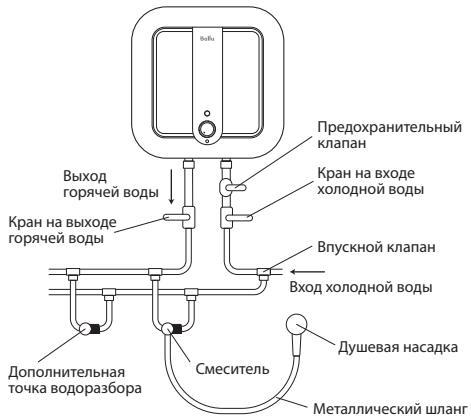

Рис. 7 Схема подключения к водопроводу моделей серии Capsule O
5. Если необходимо реализовать многоканальную систему водоснабжения, используйте способ соединения (см. рис. 7 и 8).